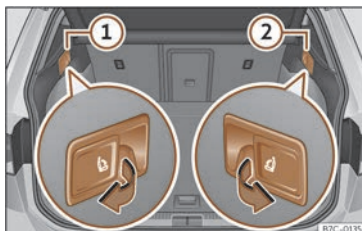

**Fig. 104** Dans le coffre à bagages : leviers de déverrouillage à distance des parties gauche (1) et droite (2) de la banquette arrière.
- Tirez le levier de déverrouillage »» **fig. 104** de la partie du dossier que vous souhaitez rabattre.